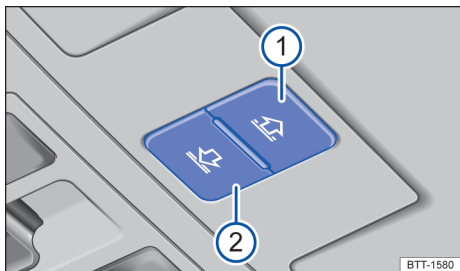

Fig. 111 No revestimento do teto: botões de comando da cortina de proteção solar.
Os botões → Fig. 111 ① e ② possuem dois níveis. No primeiro nível, a cortina de proteção solar pode ser totalmente ou parcialmente aberta ou fechada.
- Aproximadamente cinco segundos após a ativação do limitador de força, pressionar o botão → Fig. 111 ② até que a cortina de proteção solar esteja totalmente fechada.